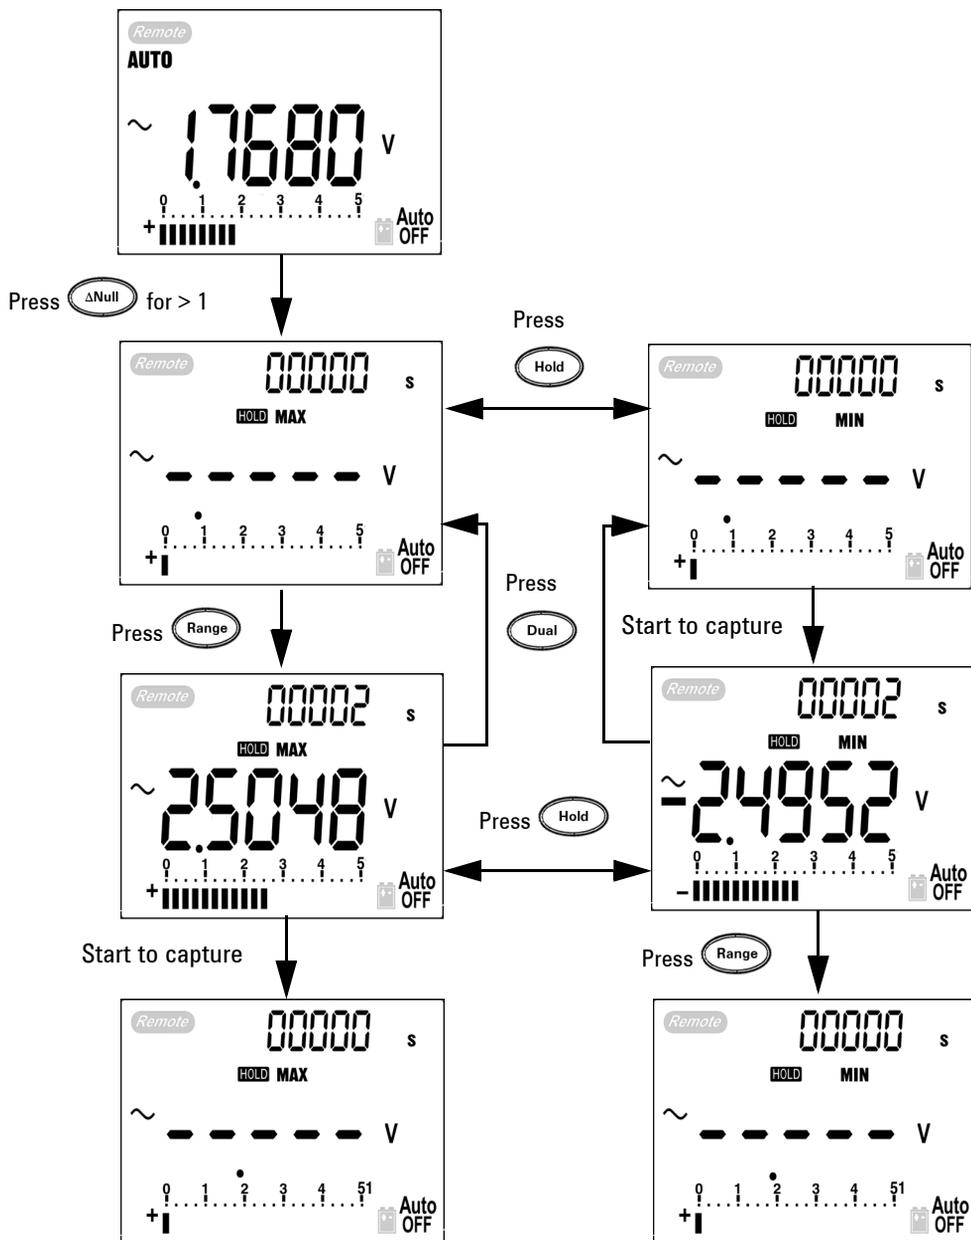

Figura 3-6 Operación del modo Retención de picos de 1 ms
- 4 Según las mediciones de la Figura 3-6, el factor de cresta será $2,5048/1,768 = 1,416$.